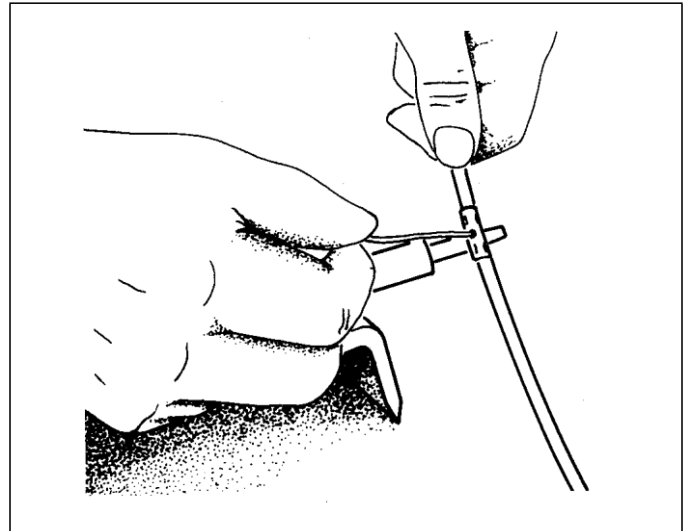

Figura 15-65 Soldado del Empalme
5. Solde el empalme. Ver Figura 15-65